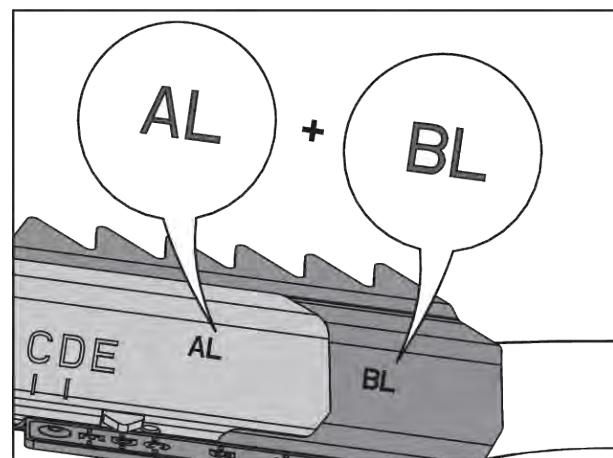

Рис. 81: Сочетание лопаток для разбрасывания
- См. Рис. 81 Сочетание лопаток для разбрасывания